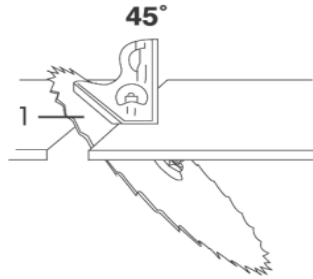

Fig. 11 – Ajuste del ángulo
- 4 - Con el auxilio de una escuadra de 45°, ajuste la lámina de sierra con relación a la base, conforme muestra la fig. 11